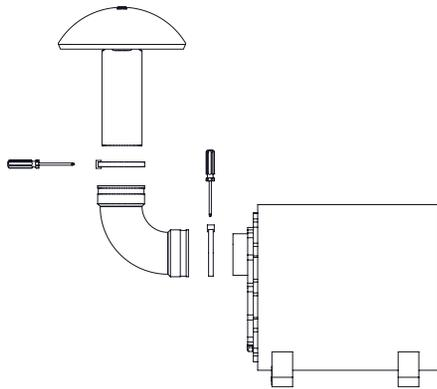

Figura 14
1. Sujeta el codo y el puerto con la caperuza a la caja del subwoofer tal como se muestra en la Figura 14.